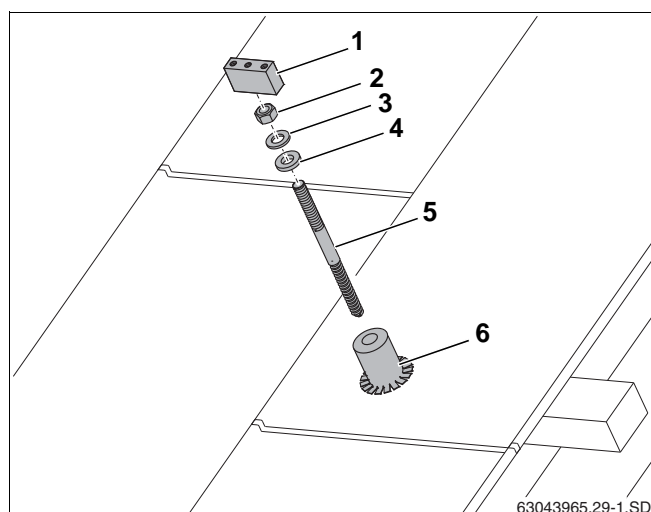

Fig. 27 Montering på pladetag
I stedet for tagkrogen skal der monteres stokskrue (fig. 27, **pos. 5**) til fastgøring af profilskiner. Ved monteringen skal målene (w, x og y) for stokskrue (tab. 5 og tab. 6, side 14) overholdes.
For at garantere tagets tæthed skal der til stokskrue (fig. 27, **pos. 5**) loddet hylser på pladetaget (fig. 27, **pos. 6**).